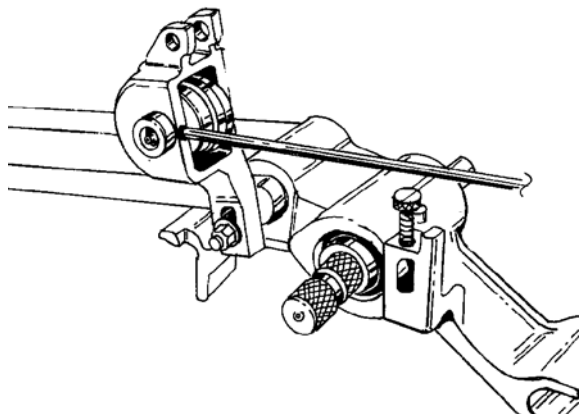

Figure 16 – Desserrage de la vis de blocage
6. Desserrer la vis de blocage de l'axe du galet de rainurage (Figure 16).